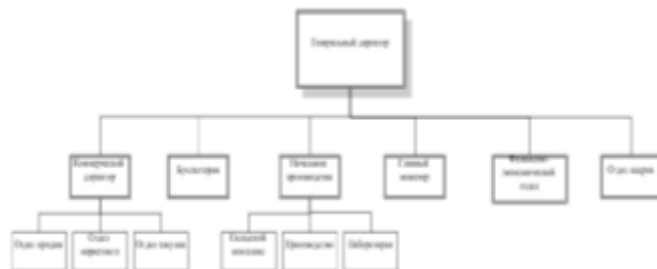

Рис.1. Схема оргструктуры «ЧЧЧ»
4. Изучите организационную структуру предприятия «ЧЧЧ»(рис.1).